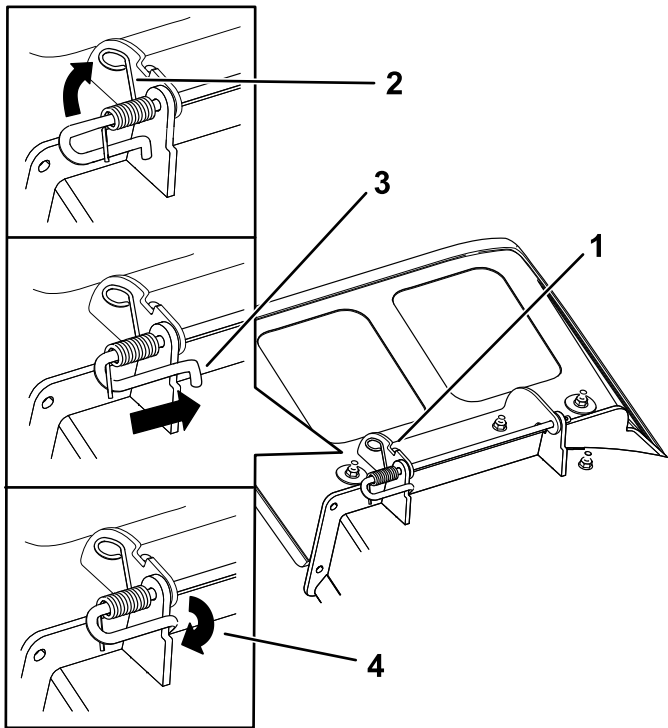

Figure 79
3. Installez le nouveau déflecteur d'éjection en plaçant les extrémités du support entre les supports soudés du plateau, comme montré à la Figure 79.
5. Installez le ressort sur la tige, comme montré à la Figure 79, de sorte que l'extrémité la plus courte du ressort ressorte de sous la tige avant le coude et passe par-dessus la tige à son retour.
6. Soulevez le côté boucle du ressort et placez-le dans le cran du support de déflecteur (Figure 79).
7. Fixez l'ensemble tige et ressort en le tournant de sorte que l'extrémité courte de la tige soit derrière le support soudé au plateau de coupe (Figure 79).